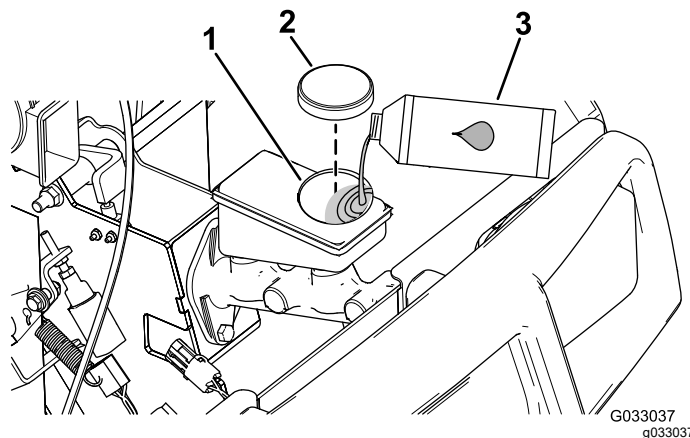

Figura 48
1. Eleve novamente o capot para aceder ao cilindro principal do travão e reservatório (Figura 48).
- A. Limpe a zona em redor da tampa do reservatório e retire-a (Figura 48).
- C. Coloque a tampa do reservatório (Figura 48).